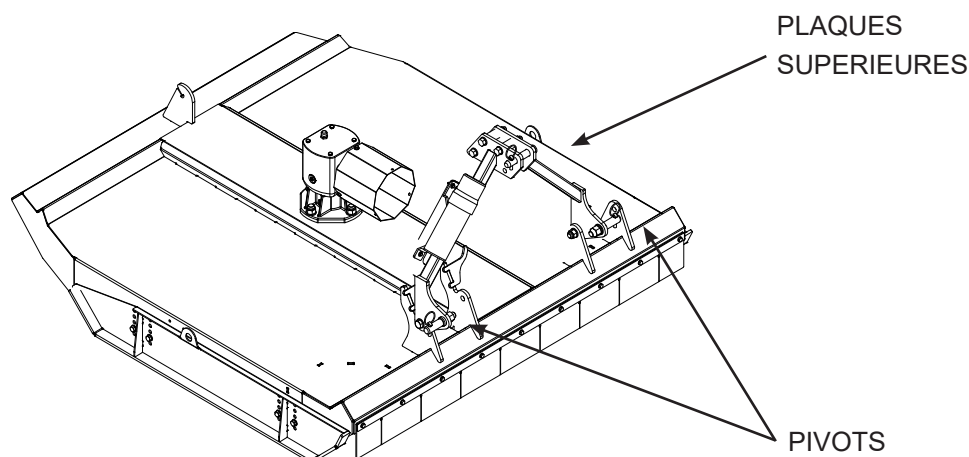

Figure 1
- Reliez les deux relevage du tracteur aux attaches inférieures de la herse à l'aide de 2 goupilles et de 2 goupilles fendues (voir Fig. 1).
- Connecter le bras supérieur du tracteur à l'attelage du bras supérieur de l'outil à l'aide d'une goupille et d'une goupille fendue (voir Fig. 1).